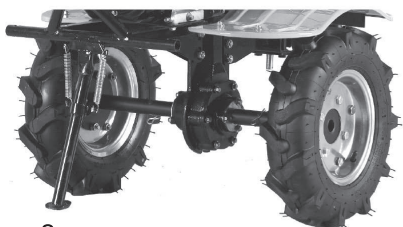
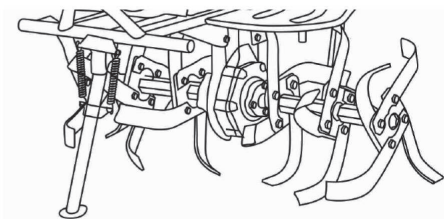

Рис. 2
Рис. 3
2. Присоедините к колесам оси с помощью винтов и гаек. Ось нужно закреплять к колесу с другой стороны от ниппеля, чтобы при установке колеса на мотоблок ниппель был снаружи (рис. 2).
4. Установите на мотоблок фрезы (рис. 3) или колеса (рис. 2), в зависимости от вида выполняемых работ.